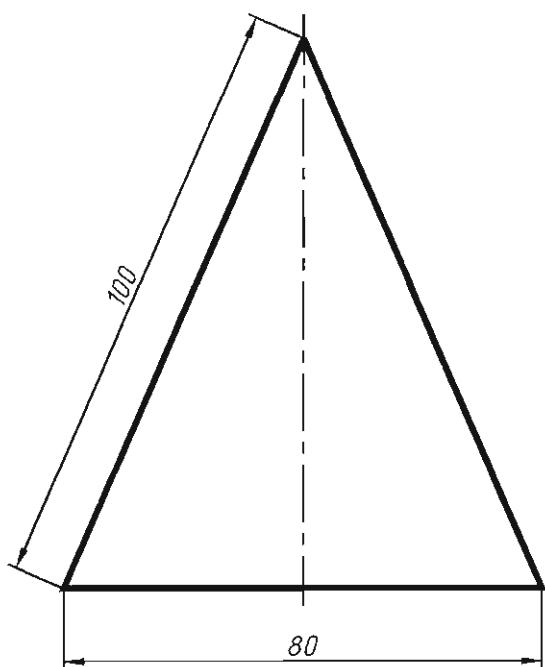

Рис. 5.5. Чертеж равнобедренного треугольника
5.2.5. Построить равнобедренный треугольник в соответствии с заданием (рис. 5.5).